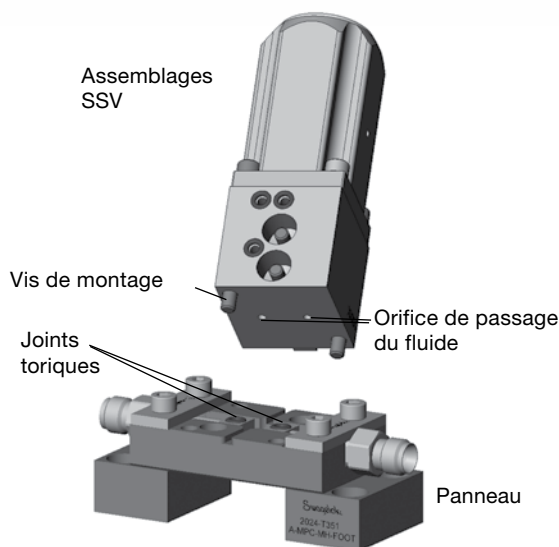

Fig. 5
1. Avant de procéder au désassemblage, marquez le tube derrière l'écrou ; tracez une ligne le long des pans de l'écrou et du corps. *Fig. 5.*
Pour les montages sur plate-forme modulaire (MPC), installez l'**assemblage SSV** complet sur le panneau à l'aide des **vis de montage MPC** (#10-32 x 2,0 po avec tête hexagonale standard de 5/32 po), en alignant les **orifices de passage du fluide** de l'assemblage avec ceux du **panneau**. Serrez les vis à un couple compris entre 2,4 à 4,0 N·m (25 et 35 po·lb). Voir la figure 5.